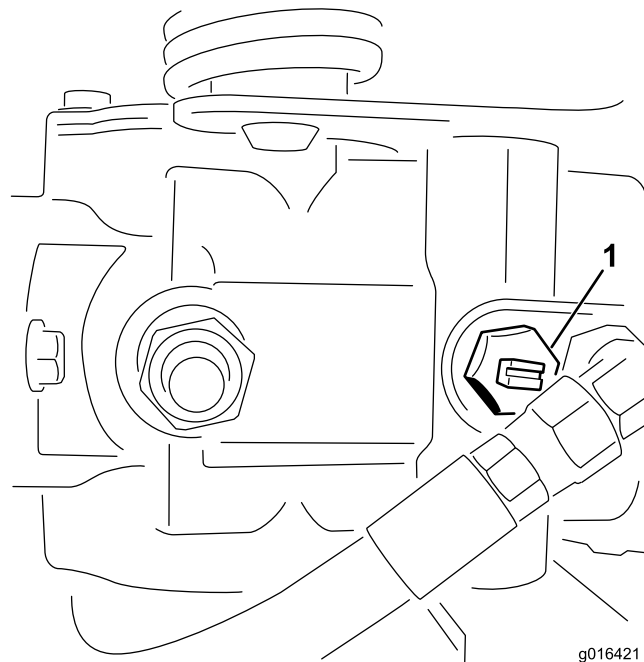

图26
1. 找到泵上的旁通阀，逆时针旋转 2 整圈（图26）。
2. 启动发动机之前，将旁通阀顺时针旋转 2 整圈，关闭旁通阀（图26）。